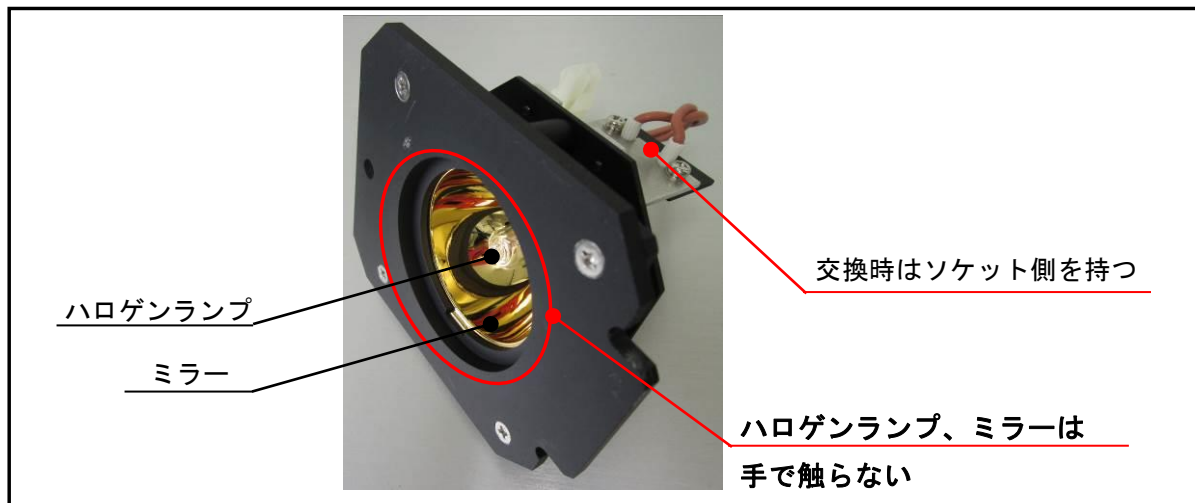

図4. 測定用ランプの持ち部分の注意
- (1) 付属品の測定用ランプを用意します。ハロゲンランプ、ミラーに指紋を付けないように、新品の測定用ランプのソケット側（図4）を持ってランプホルダにはめこみます。